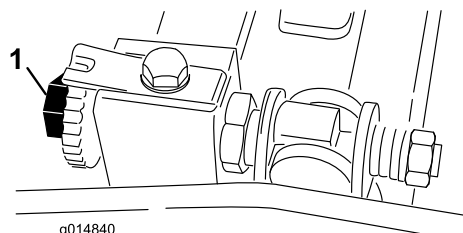

図 44
れ、引き抜くのに少し力が必要な程度に調整する（図 44）。
2. ベッド・バー調整ネジ（図 44）を左に回して、リールと下刃の接触を完全になくす。